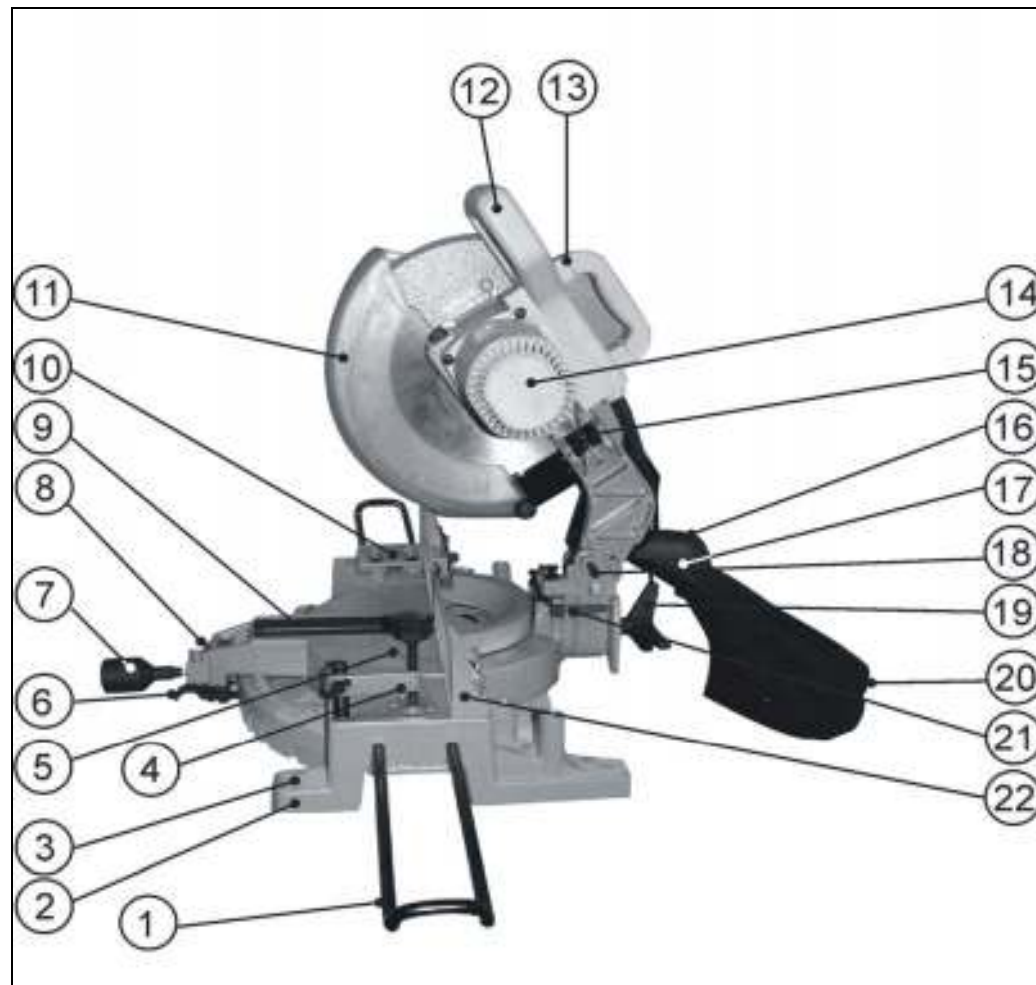
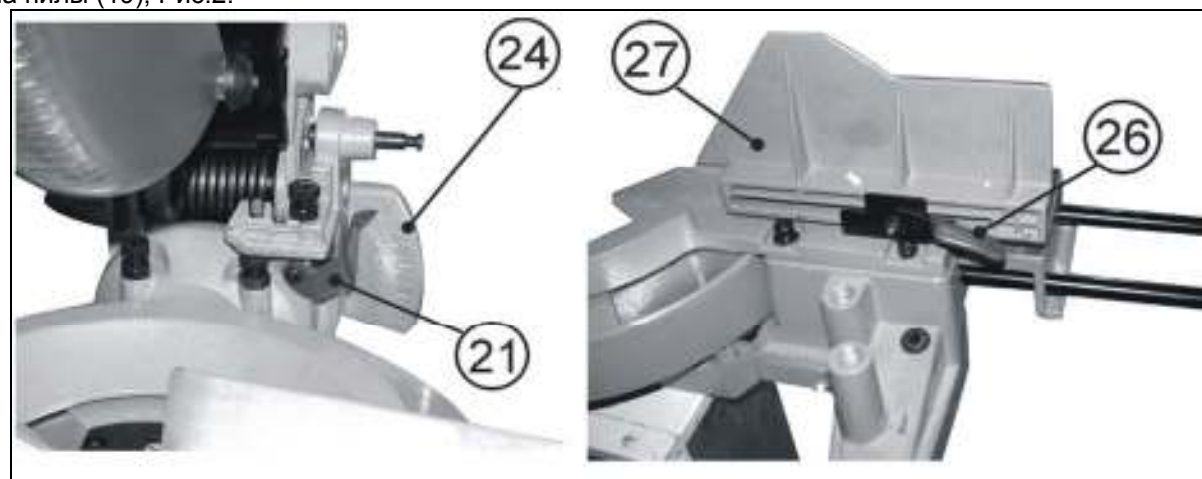

Рис.2
Рис.5
### 7. УСТРОЙСТВО ПИЛЫ, Рис. 2
8.1. Закрепите поворотный стол (5) с помощью винта фиксации поворотного стола (7) и затяните винт фиксации наклона пилы (19). При транспортировке пилы полностью опускается рукоятка пилы (12) и фиксируется в нижнем положении с помощью стопорной шпильки (18). Транспортировка пилы производится непосредственно за транспортную ручку (13), Рис.2.
9.1.1. Закрепите пилу болтами на ровной и устойчивой поверхности верстака. С этой целью станина (2) пилы имеет четыре отверстия (3). Это обеспечивает устойчивость пилы и безопасность эксплуатации, предотвращает возможность травматизма, Рис.2.
9.2.1. На станине (2) предусмотрены гнезда установки вертикальной струбицы (4). Вертикальная струбина (4) может быть установлена в станине (2) как слева, так и справа от места распиливания, Рис. 2.
9.3.1. Перед намеченной операцией определите размер от места распиливания до концов заготовки. Если этот размер превышает 0,55 м., то необходимо установить дополнительные выдвижные опоры (1) с одной или с обеих сторон в специальные отверстия в станине (2) пилы, Рис.2.
10.1. Поднимите вверх крышку (16). На патрубок пылесборника (17) наденьте пылесборник (20), Рис.2.
Используйте пылесборник (20) во время пиления для более аккуратной работы и легкого удаления опилок из рабочей зоны. Когда пылесборник (20) наполнится наполовину, отсоедините его от патрубка пылесборника (17) и освободите от содержимого, расстегнув молнию и слегка встряхнув для удаления опилок, Рис.2.
10.2. При использовании пилы в продолжительном режиме работы целесообразней патрубок пылесборника (17) соединить с пылесосом для сбора стружки и древесной пыли при работе (см.раздел 18, Рис.2).
**11. ОРГАНЫ УПРАВЛЕНИЯ****11.1. Приведение пилы в верхнее положение (Рис.2)**
11.2.1. Ослабьте винт фиксации поворотного стола (7), удерживая рычаг фиксации (6) в верхнем положении за головку винта фиксации поворотного стола (7). Поворачивайте поворотный стол (5) на необходимый угол установки, Рис.2.
11.2.2. Поверните стол до совмещения значения угла поворота, нанесённого на поворотном столе (5), с указателем в узле установки поворотного стола (8), Рис.2.
11.3.1. Для изменения угла наклона пиления, удерживая пилу за рукоятку (12), Рис.4, ослабьте установку винта фиксации наклона пилы (19), Рис.2, наклоните пилу влево на предполагаемый угол пиления, контролируя угол по показаниям шкалы (24) и указателя (21), Рис.5. Положение закрепите винтом фиксации наклона пилы (19), Рис.2.